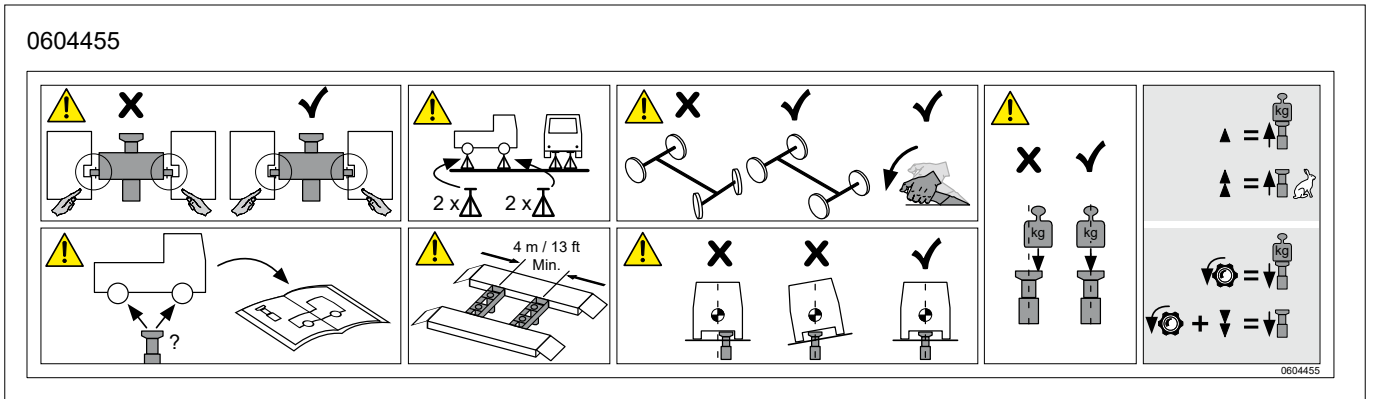

Fig.50
- Mærkater af sikkerhedsmæssig betydning er læsbare (Fig. 50).
- Furthermore all safety labels must be checked to ensure that they are legible (Fig. 50).
- Lesbarkeit wichtiger Sicherheitshinweise (Fig. 50).
- Toutes les étiquettes de sécurité doivent être vérifiées pour s'assurer qu'elles sont lisibles (Fig. 50).
- Vidare måste alla säkerhetsdekaler kontrolleras för att säkerställa att de är läsbara (Fig. 50).
- Myös kaikkien varoitustarvojen luettavuus on tarkastettava (Fig. 50).
- Bovendien moeten alle veiligheidslabels worden gecontroleerd om ervoor te zorgen dat ze leesbaar zijn (Fig.50).
- Además, se deben comprobar todas las etiquetas de seguridad para asegurarse de que son legibles (Fig.50).
- Кроме того, все предупреждающие этикетки должны проверяться на предмет их разборчивости (Fig.50).
- Inoltre, è necessario controllare l'integrità e la perfetta leggibilità di tutte le etichette di sicurezza (Fig.50).